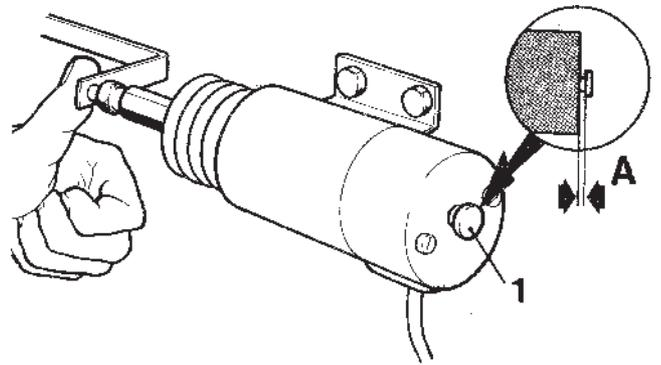

Fig. 215. Contrôle de la distance de contact
2. Enfoncez à la main la tige de commande de l'électroaimant et vérifiez que la butée d'arrêt (axe 1), figure 215, sur le côté arrière de l'électro-aimant dépasse d'environ 1,5 à 2 mm lorsque la tige de commande est entièrement enfoncée.